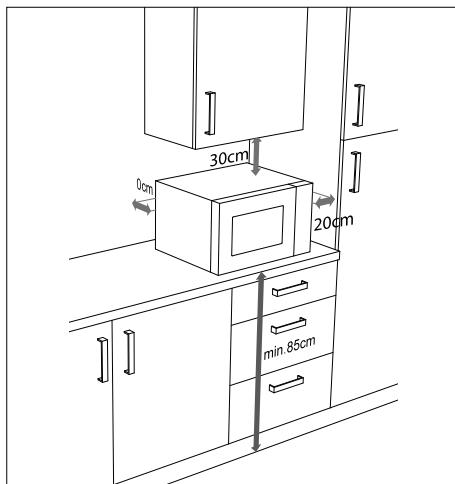

Fig. 3 – Distanza dell'apparecchio
- ▶ Per assicurare un'aerazione sufficiente, è necessario mantenere le distanze indicate nella **“Fig. 3 – Distanza dell'apparecchio”**. Il distanziatore sulla parte posteriore dell'apparecchio deve poggiare contro la parete per garantire la corretta distanza tra parete e forno a microonde al momento del posizionamento.